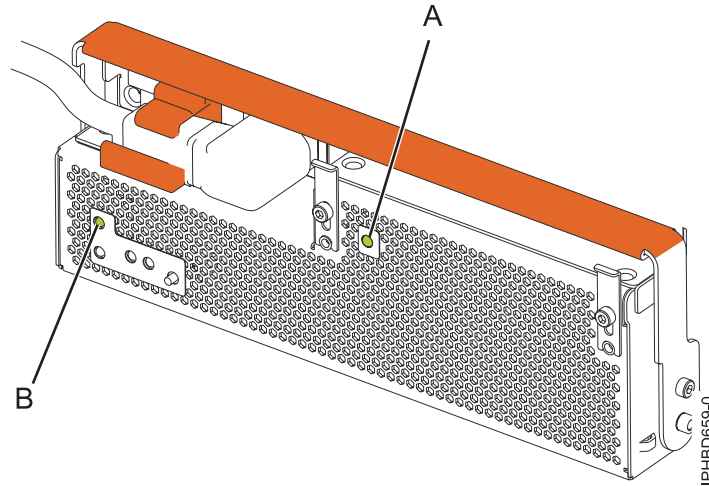

Figure 25. Voyants d'alimentation de l'OCA et de courant alternatif de l'unité d'extension
9. Examinez les voyants relatifs à l'état du courant alternatif (A) et à l'alimentation de l'OCA (Offline Converter Assembly) (B), comme indiqué à la figure 25, à la page 27, et effectuez l'une des opérations suivantes, selon le cas :
- Si les voyants indiquent que l'alimentation électrique fonctionne correctement, c'est-à-dire que le voyant de l'alimentation de courant alternatif (A) est fixe et que le voyant d'alimentation de l'OCA (B) est fixe ou clignote, passez à l'étape suivante.